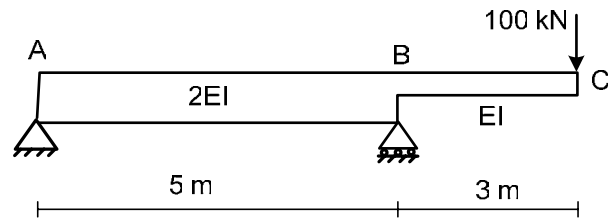

Figure 2
2. Consider the steel beam illustrated in Figure 2.
2. Pour la poutre en acier illustrée à la Fig.2,